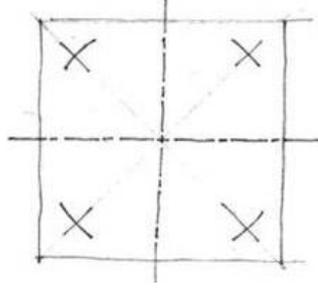

Figura V-8. Trazado de circunferencia grande paso 2
**Paso 2:** Se marcan las longitudes del radio sobre las diagonales (figura V-8).